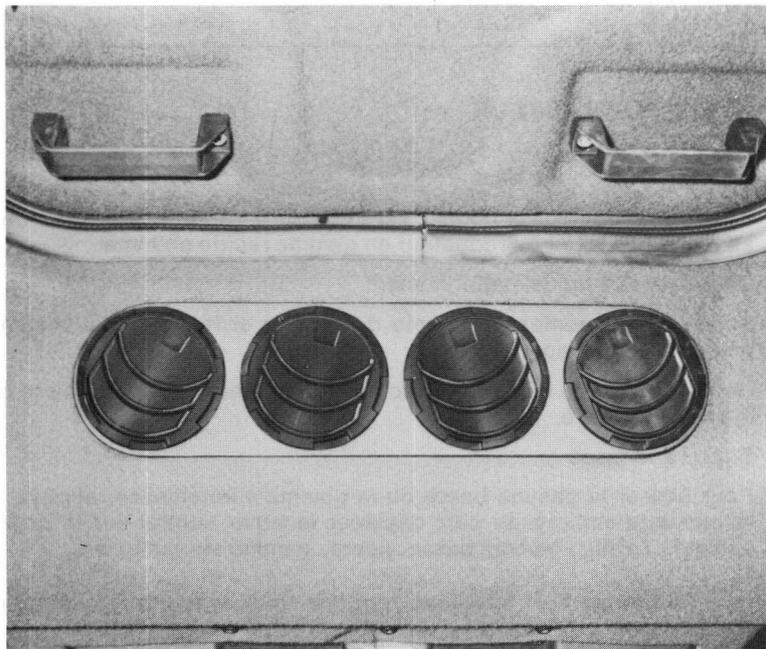
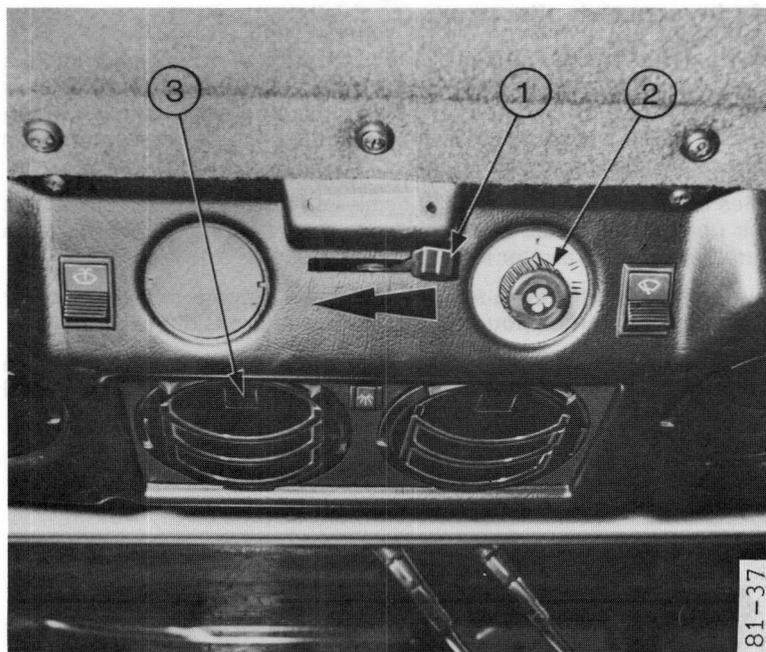

Fig. 1
Fig. 2
Le système de chauffage et de ventilation fournit l'air frais ou recyclé, chauffé par l'eau de refroidissement du moteur ou à la température de l'air extérieur. Il y a 4 déflecteurs réglables au-dessus du pare-brise (3 fig. 2) permettant de diriger l'air frais ou réchauffé. Quatre autres orifices dans le plafond de cabine permettent l'aspiration de l'air pour le recycler (fig. 1).
- 1 – Fig. 1 – Fermer les quatre orifices de recirculation d'air dans le plafond de la cabine
- 2 – Fig. 2 – Déplacer le levier de commande de chauffage (1) vers la gauche (arrêt)
- 4 – Ouvrir les quatre prises d'air (3 fig. 2) en appuyant sur la partie carrée des déflecteurs. Diriger le courant d'air en inclinant les corps des prises d'air et en ouvrant ou fermant les déflecteurs.
- 5 – Pour augmenter le débit d'air, placer l'interrupteur de ventilation (2) à la position moyenne ou rapide.
- 1 – Fig. 1 – Ouvrir les quatre orifices en haut de la cabine.
- 2 – Fig. 2 – Déplacer le levier de commande de chauffage (1) vers la droite (marche)
- 3 – Placer l'interrupteur de ventilation à la position un (2) faible vitesse.
- 4 – Ouvrir les quatre prises d'air (3 fig. 2) en appuyant sur la partie carrée des déflecteurs. Diriger le courant d'air en inclinant les corps de prise d'air et en ouvrant ou fermant les déflecteurs.
- 5 – Pour augmenter le débit d'air, placer l'interrupteur de ventilateur (2) à la position moyenne ou rapide.